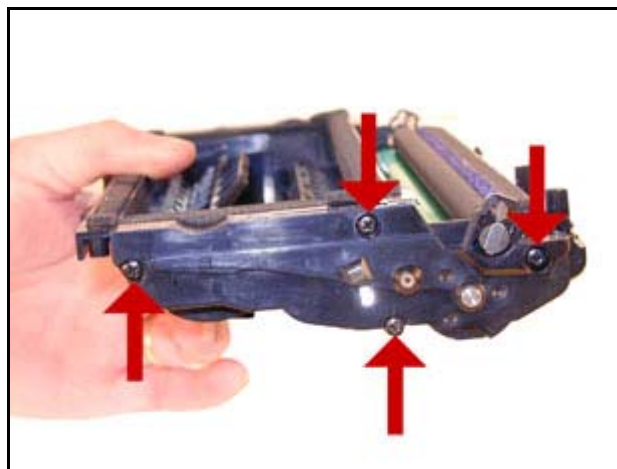

Fig. 6
5. Con la tolva de tóner alejada de Ud. sacar los cuatro tornillos del lateral izquierdo y También ese lateral. Fig. 6